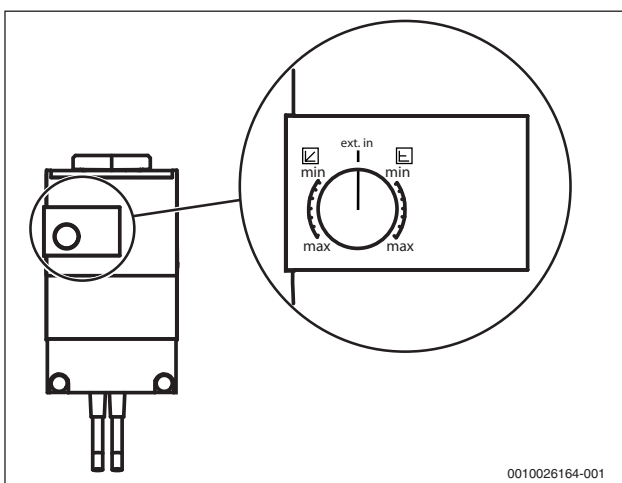

Bild 14 Einstellungen an der primären Heizkreispumpe
- Die primäre Heizkreispumpe ist werkseitig auf den Wert **ext. in** eingestellt (→ Bild 14). Diese Einstellung darf nicht verändert werden. Die Pumpensteuerung erfolgt über das Regelgerät HMC10-1.